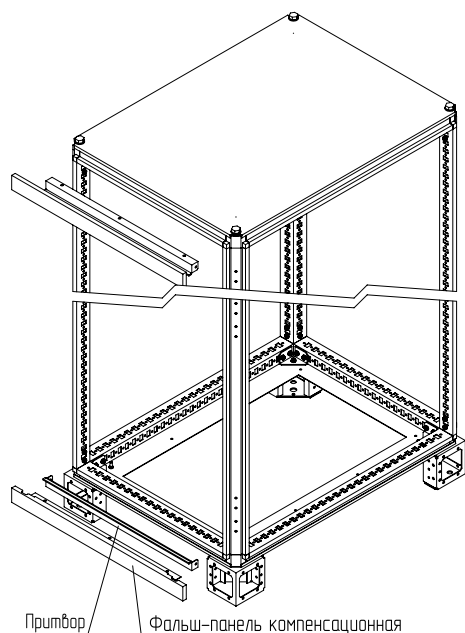

Рисунок 3
4.1.2 Приложить притвор и фальш-панель компенсационную к основанию или крыше и закрепить винтами М6×10 (рисунок 3, 4). Момент затяжки – 7 Н·м.